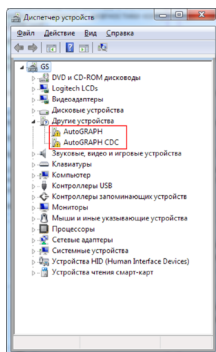

Рис.1.
1. Подключите контроллер мониторинга бортовой «АвтоГРАФ-GSM/SL» с ПК, используя интерфейсный кабель USB AM – USB microB 5 pin. Система автоматически найдет новое оборудование (Рис.1). Для корректной работы контроллера с сервисно-диагностическими, диспетчерскими и конфигурационными программами необходимо установить драйверы устройств AutoGRAPH и AutoGRAPH CDC.